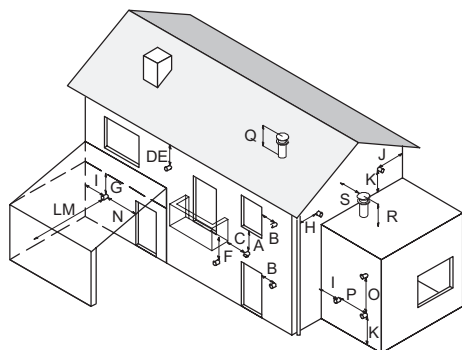

Figura 4.13
- rispettare le distanze minime di Figura 4.13 ed eventuali norme nazionali e locali vigenti;